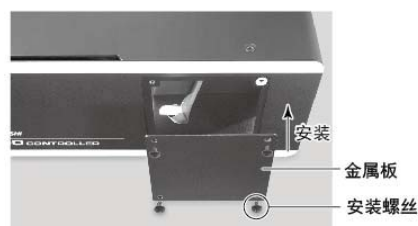

图23
- (5) 使用拆下的4个安装螺丝，将金属板安装在控制器正面（图23）。